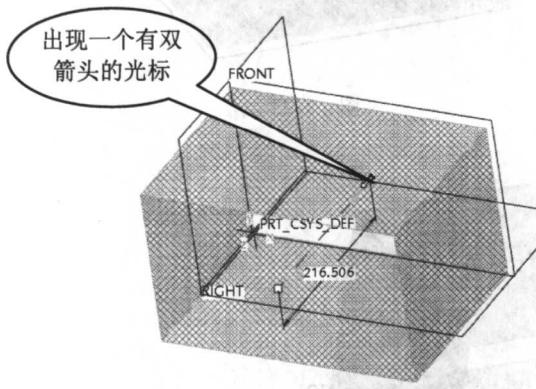

图 1-18
- (14) 同样地，也可以在模型中，通过可视化操作来改变拉伸曲面的创建方向。如图 1-18 所示，当光标靠近模型中的单箭头时，会出现一个有双箭头的光标，单击鼠标，就能使模型的拉伸方向改变了。